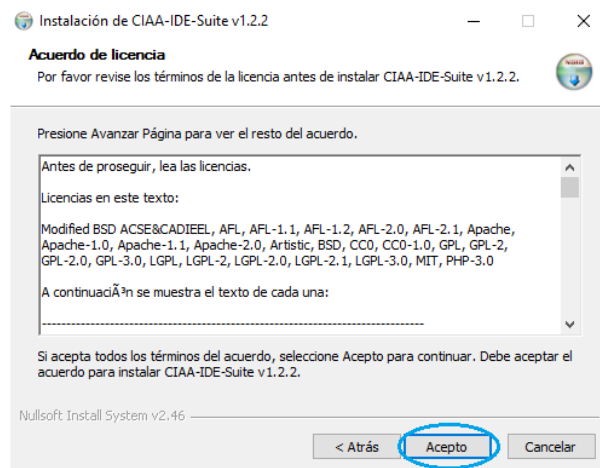

Figura 7: Arranque del instalador del software IDE.
- **Paso 2:** A continuación, el usuario debe aceptar las licencias para la utilización del programa. Como se muestra en La Figura 7.